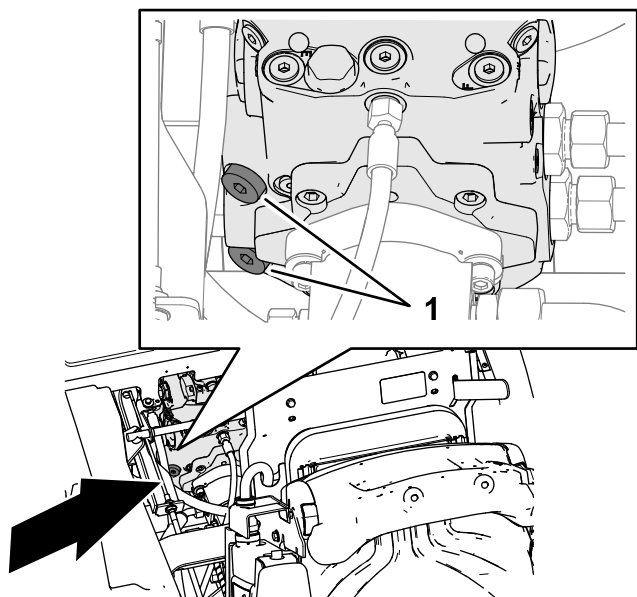

Figure 38
1. Avec une clé hexagonale de 8 mm, tournez les 2 bouchons à tête creuse des clapets de décharge de pompe de la transmission de 3 tours complets dans le sens antihoraire (Figure 38).